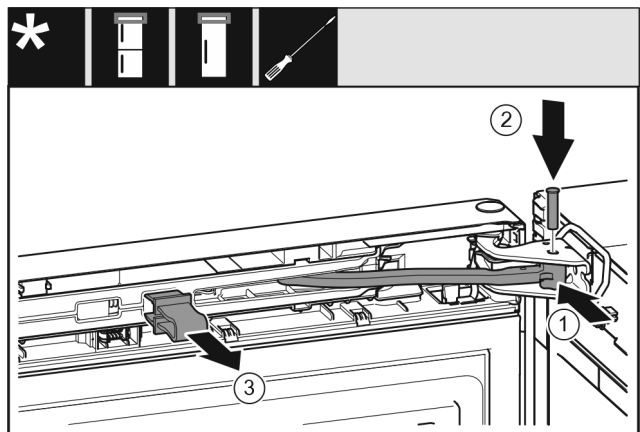

Fig. 38
- ▶ Поверніть шарнір в опорному кронштейні. Fig. 38 (1)
- ▶ Встановіть гвинт в опорний кронштейн та шарнір. При цьому виступ фіксатора повинен займати правильне положення в пазу. Fig. 38 (2)
- ▶ Зніміть запобіжник. Fig. 38 (3)